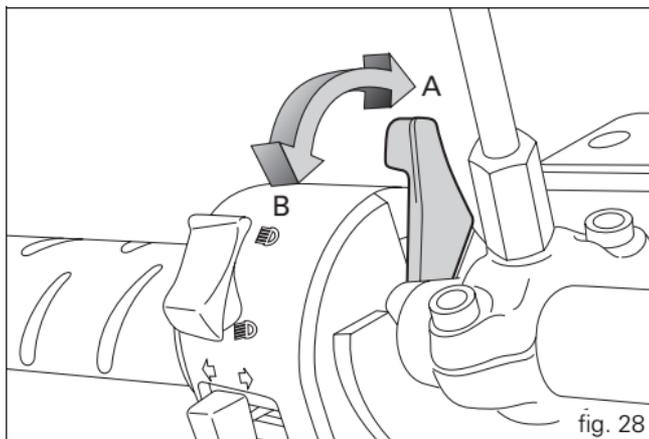

fig. 28
- 2) Llevar la palanca del starter a la posición (B, fig. 28).
5) A medida que el motor se calienta hay que llevar lentamente la palanca del starter a la posición vertical (A, fig. 28). Cuando el motor alcanza el régimen térmico debe mantener el mínimo con el starter totalmente cerrado.